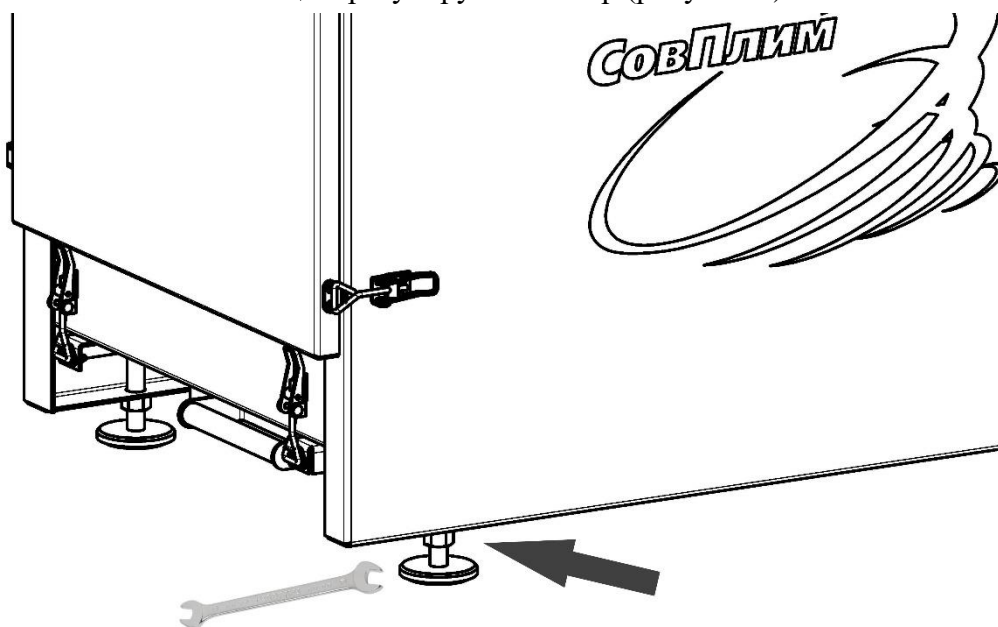

Рисунок 4
5.1.1 Установить стол сварщика на месте его эксплуатации, отрегулировать устойчивое горизонтальное положение с помощью регулируемых опор (рисунок 4).